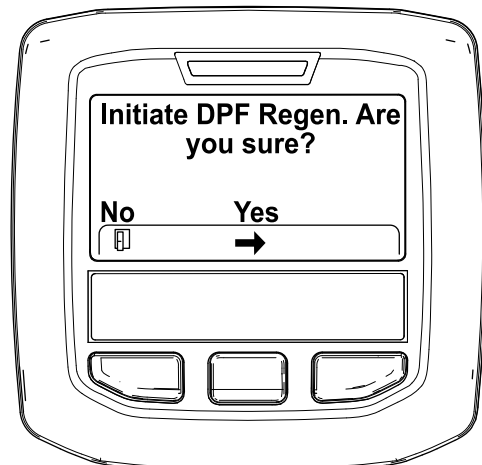

Figura 49
4. Quando surgir a mensagem "Initiate DPF Regen. Are you sure?" (Iniciar Regen. DFP. Tem a certeza?), prima o botão central (Figura 49).